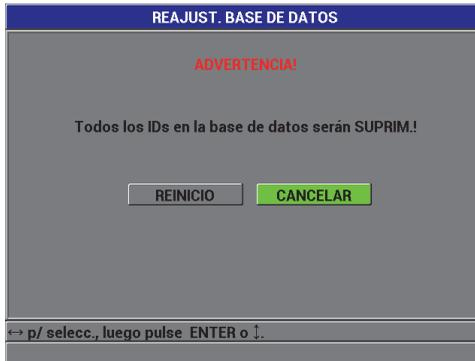

Figura 7-13 REINICIO DE BASE DE DATOS: mensaje de advertencia
2. En el submenú **REINICIO**, seleccione el parámetro **BASE DE DAT.** para mostrar el mensaje de advertencia de **REINICIO BASE DE DATOS**. Ver la Figura 7-13 en la página 147.